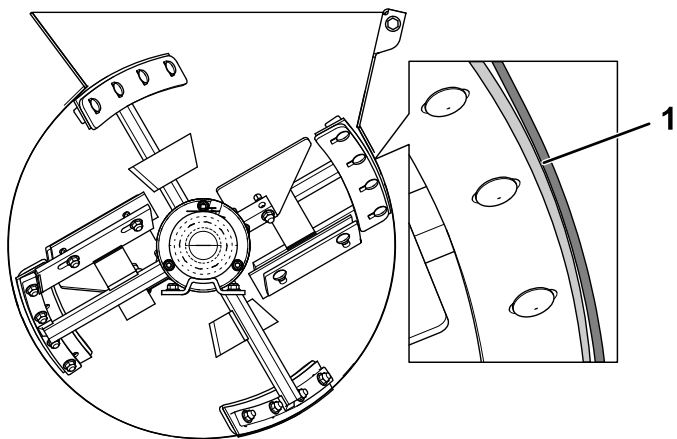

Figure 73
5. Ajustez la position du racloir pour qu'il soit légèrement en contact, sur toute sa longueur, avec la cuve (Figure 73).